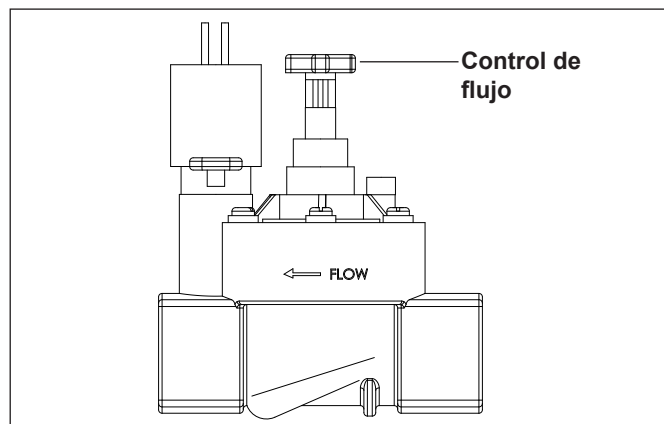

Figura 5. Controlador de flujo de la válvula
4. Gire la perilla de control de flujo (+) en la parte superior de la válvula (Véase Figura 5) para regular el caudal según sus especificaciones. (El caudal se puede regular hasta en 30 GPM.)